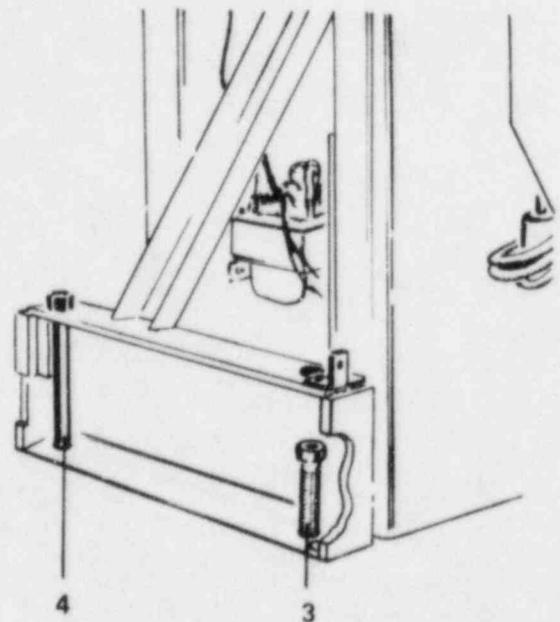

Fig. 5
Die Einrichtung des Statives wird mit Hilfe der vorderen Druckschrauben (3) oder durch Unterlegen der hinteren Befestigungsschrauben (4) vorgenommen (Fig. 5).
Adjustment of the stand is undertaken using the front pressure screws (3) or by inserting shims under the rear securing screws (4) (fig. 5).